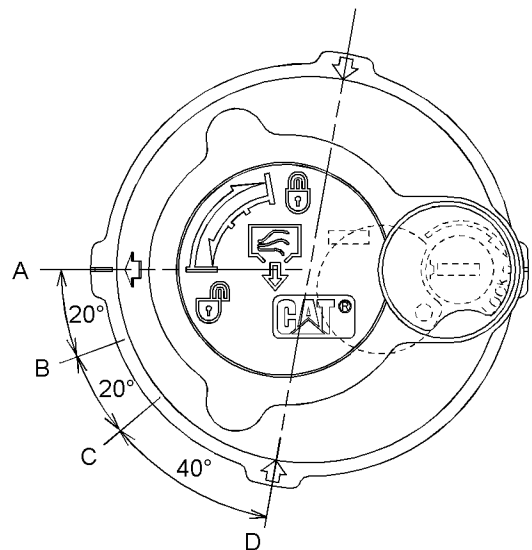

Ilustración 384
7. Suelte la presión que puede haber en el circuito hidráulico de retorno con el siguiente procedimiento. Consulte la Ilustración 384 para ver las posiciones de la tapa del tubo de llenado.
- Gire la tapa del tubo de llenado hacia la izquierda y mueva la flecha de la posición (A) a la posición (B).
- Suelte la presión durante un mínimo de 45 segundos moviendo la flecha de la posición (B) a la posición (C).
- Oprima la tapa del tubo de llenado y muévala para que la flecha vaya de la posición (C) a la posición (D).